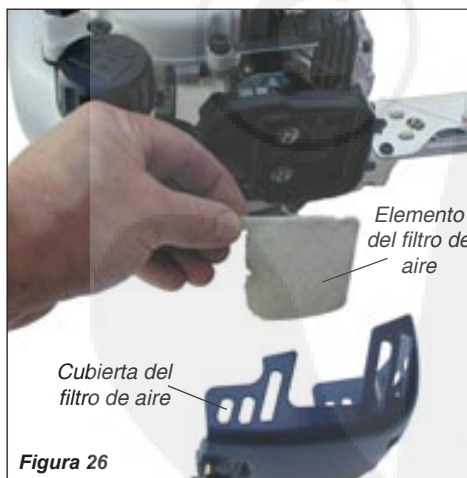

Figura 26
- Retire el elemento del filtro de aire. Consulte la figura 26. Limpie o reemplace como sea necesario. Para lavar el elemento: Lave meticulosamente con agua y jabón. Deje que seque antes de reinstalarlo.